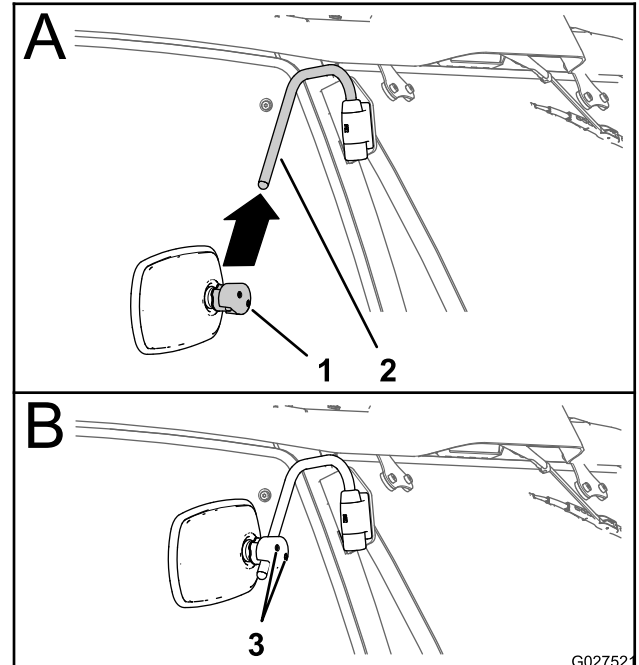

Figure 5
1. Alignez le collier de montage du rétroviseur et le bras de support (A de Figure 5).
2. Glissez le rétroviseur sur le bras de support (A de Figure 5).
3. Serrez les 2 vis d'assemblage (5 mm) du collier de montage (B de la Figure 5) à un **couple maximum** de 3 N·m.